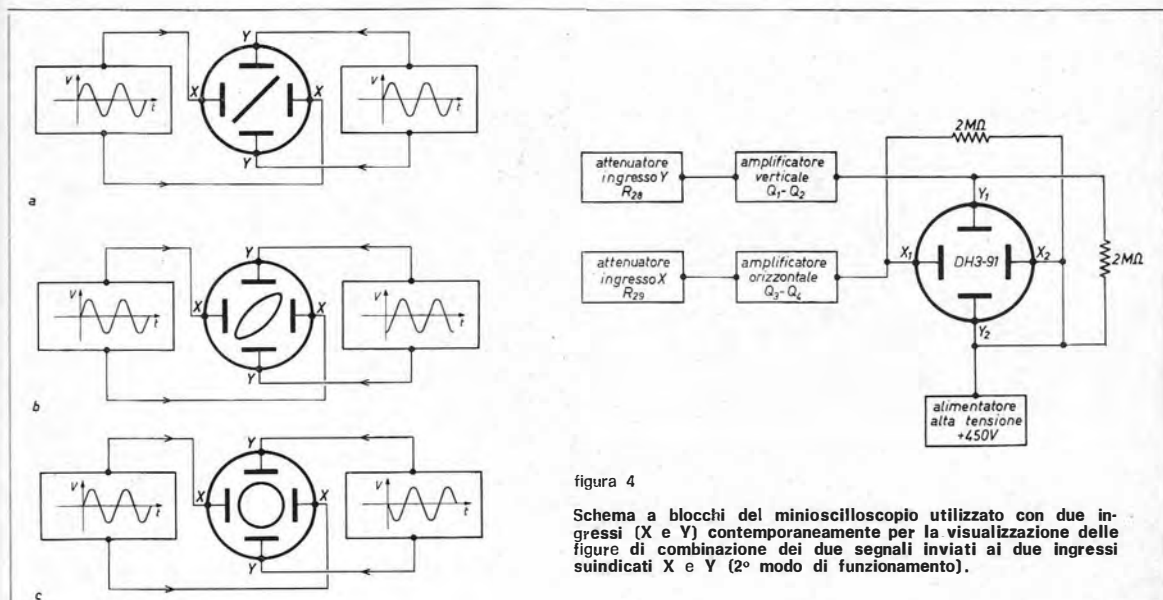

figura 4
- 2) I segnali da esaminare vengono inviati contemporaneamente ai due amplificatori X ed Y. In questo caso il generatore a dente di sega viene escluso ed i due segnali non sono sincronizzati. Gli schemi a blocchi di figura 3a, 3b e 3c e di figura 4 chiariscono questo secondo tipo di funzionamento.